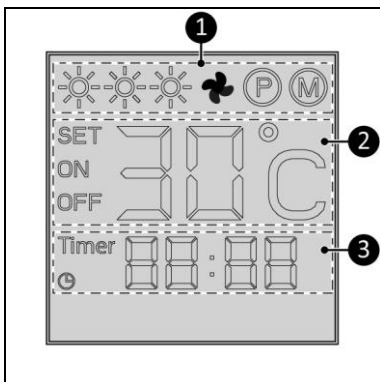

Figura 6
Indicator de stare (Figura 6, poz. 1):
Indicator de temperatură (Figura 6, poz. 2):
Indicator de timp (Figura 6, pos. 3):